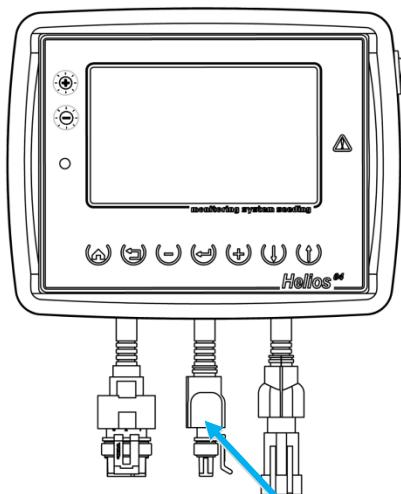

Рисунок 21 Кабельный ввода жгута связи
1. Отключить все датчики высеива от кабельного ввода жгута связи на панели оператора (четырехконтактный разъем, см. "Рисунок 21").
2. Датчик, которому нужно установить новый программный адрес, подключить к кабельному вводу жгута связи на панели оператора (см. "Рисунок 21").